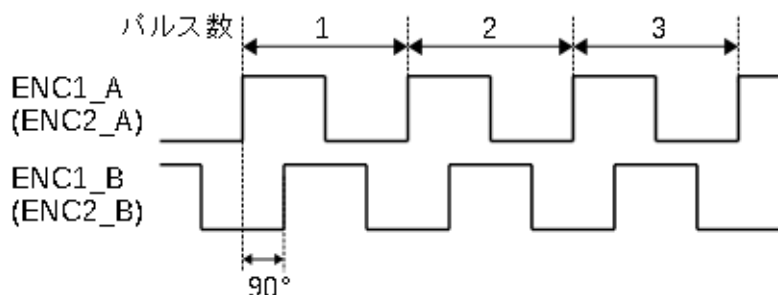

図3-10 インクリメンタル・エンコーダからの入力信号
インクリメンタル・エンコーダからの出力はSE2Lのエンコーダ入力にそれぞれ接続します。エンコーダからの信号A相、B相の組み合わせは、速度方向により2つのパターンになります。図3-10のように、速度方向によってずれ方が異なります。①の場合、B相がA相より90°進んでおり、A相の立ち上がり時にB相が”H”になっている速度方向が「正（前進）」になります。②の場合、B相がA相より90°遅れておりA相の立ち上がり時にB相が”L”になっている速度方向が「負（後進）」になります。このようにして速度方向（進行方向）の判別を行う事ができます。
①速度方向: 正(前進) の場合
②速度方向: 負(後進) の場合